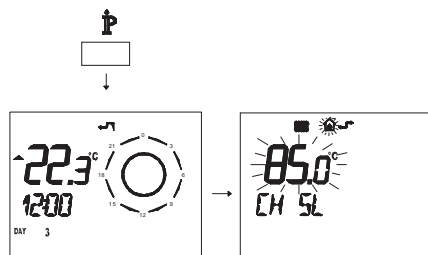

Figura 5.73
- Premere per più di 3 secondi il pulsante **P** per entrare in modalità **INFO** (Figura 5.73).